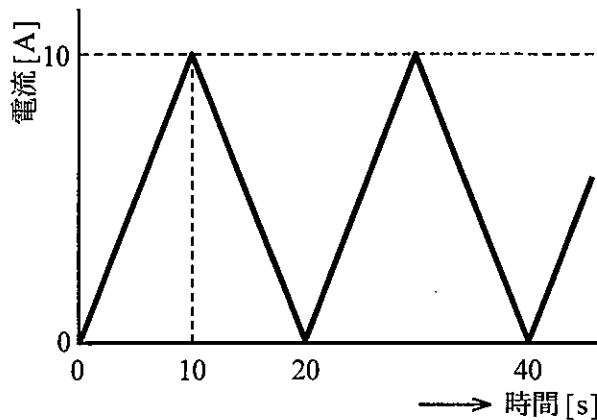

図 2
電機子抵抗が 0.3Ω である他励直流電動機が、直流 $100V$ の電源に接続され、機械負荷を駆動している。この直流機は一定周期 $20s$ で反復使用されており、その電機子電流を図 2 に示す。ここで、励磁電流は一定で、鉄損、整流子とブラシ間の抵抗、及び電機子のインダクタンスは無視できるものとする。また、電機子反作用も無視する。
- 1) この他励直流機の図 2 の使用法で、時間 $t[s]$ ($0 \leq t \leq 10$) における電機子電流は $t[A]$ となり、そのときの電機子の銅損は $0.3t^2[W]$ となるため、 $20s$ の 1 周期間の電機子の銅損によるエネルギー損失は **F abc** [J] となる。また、電機子電流の実効値は **G a.bc** [A] である。
- 2) 図 2 の使用法で、 $t[s]$ ($0 \leq t \leq 10$) において直流 $100V$ の電源がこの他励直流機に供給している電力は $100t[W]$ となる。したがって、1 周期間に電源が供給するエネルギーは **H ab** [kJ] である。
- 3) 図 2 の使用法で、1 周期間にこの他励直流機が機械負荷になした仕事は **I a.b** [kJ] である。